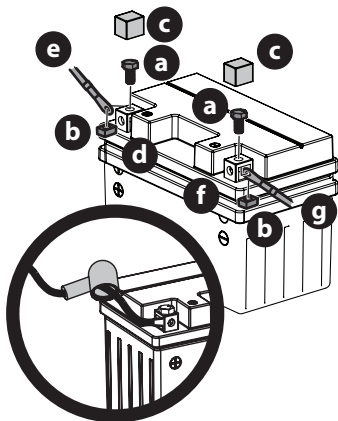

Figura 17
1. Extraiga los pernos hexagonales (a) y las tuercas (b) instalados de fábrica en el extremo del arnés de cables. Guarde los herrajes para uso posterior (Figura 17).
2. Retire la cubierta plástica (c), si está presente, del borne positivo de la batería (d) y una el cable rojo (e) al borne positivo de la batería (b) utilizando uno de los pernos hexagonales (a) y las tuercas (b) que se extrajeron en el paso 1. Use un destornillador Philips (Figura 17).
3. Coloque el capuchón de caucho rojo por encima del borne positivo de la batería (d) para protegerlo contra la corrosión (Figura 17).
4. Retire la cubierta plástica (c), si está presente, del borne negativo de la batería (f) y una el cable negro (g) al borne negativo de la batería (f) utilizando el perno hexagonal restante (a) y la tuerca (b) (Figura 17).